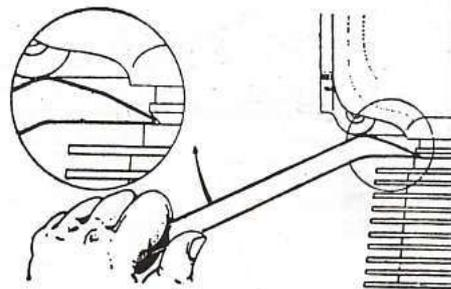

Fig. 10. — Décollage d'un cylindre.
- A l'aide d'un outil spécial (Wilmonda DAS), décoller le cylindre (fig. 10)